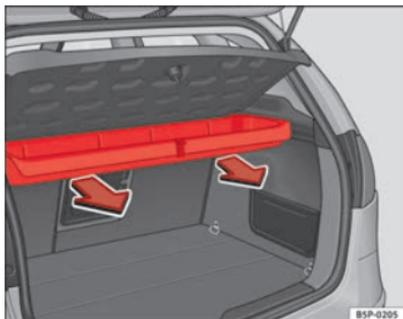

Fig. 124 Smontaggio cassetto portaoggetti
- Tirare all'infuori facendo uscire il cassetto dai perni ⇒ fig. 124.